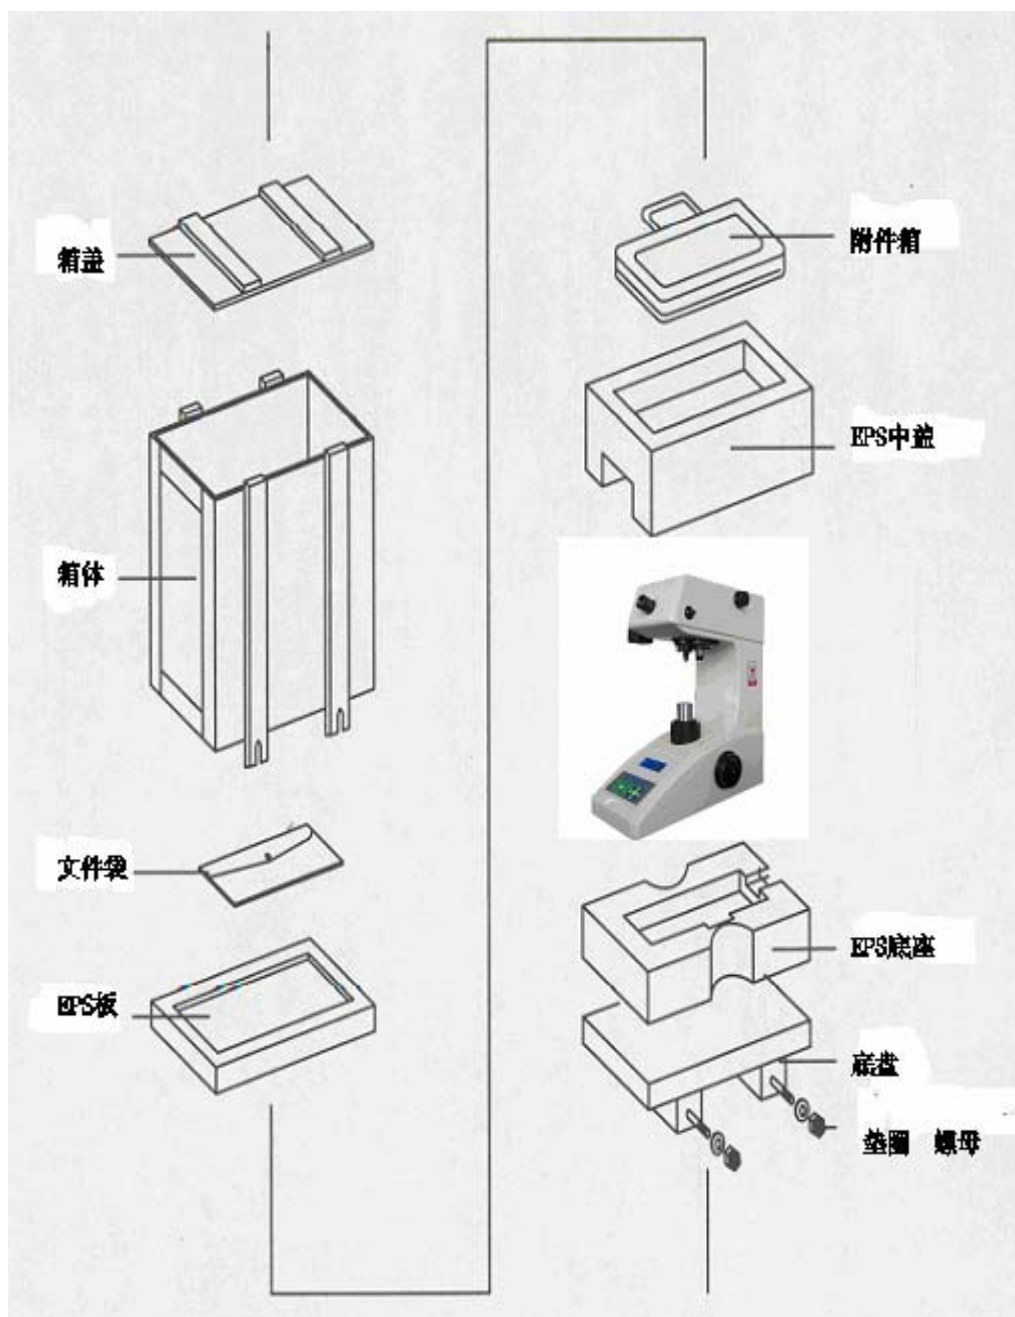

图 3-2 箱子内部
3. 取出文件袋，仔细阅读手册安装内容，了解拆包步骤。箱子的内部情况参见图 3-2。